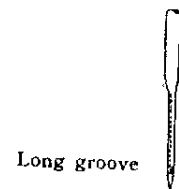

Fig. 5
8. MONTAGE DE L'AIGUILLE - FIG. 5